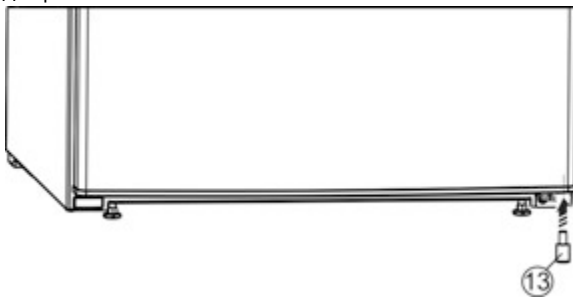

Fig. 27*
- ▶ Знову вставте розпірку Fig. 27 (13) у дверцята знизу справа, оскільки вона потрібна для забезпечення стійкості пристрою.*